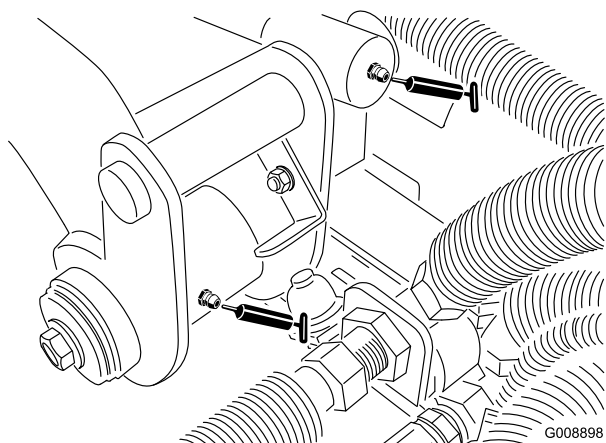

Figura 40
- Pivote y cilindro de elevación del brazo de elevación trasero (2) (Figura 40)